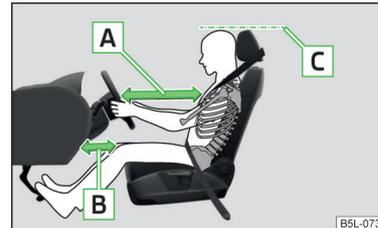

Abb. 1
- ✓ Bei Fahrzeugen mit Fahrer-Knieairbag den Fahrersitz in Längsrichtung so einstellen, dass der Abstand **[B]** » Abb. 1 der Beine zur Schalttafel im Bereich des Knieairbags mindestens 10 cm beträgt.
- ✓ Das Lenkrad so einstellen, dass der Abstand **A** zwischen Lenkrad und Brustbein mindestens 25 cm beträgt » **Abb. 1**, **Lenkrad einstellen** » **Seite 10**, **Lenkradposition einstellen**.
- ✓ Die Kopfstütze so einstellen, dass die Oberkante der Kopfstütze sich möglichst auf einer Höhe mit dem oberen Teil Ihres Kopfes befindet¹⁾ **C** » **Abb. 1**.
- ✓ Die Kopfstütze so einstellen, dass die Oberkante der Kopfstütze sich möglichst auf einer Höhe mit dem oberen Teil Ihres Kopfes befindet¹⁾ **C** » **Abb. 1 auf Seite 9.**
- ✓ Die Kopfstütze so einstellen, dass die Oberkante der Kopfstütze sich möglichst auf einer Höhe mit dem oberen Teil des Kopfes befindet **C** » **Abb. 1 auf Seite 9.**